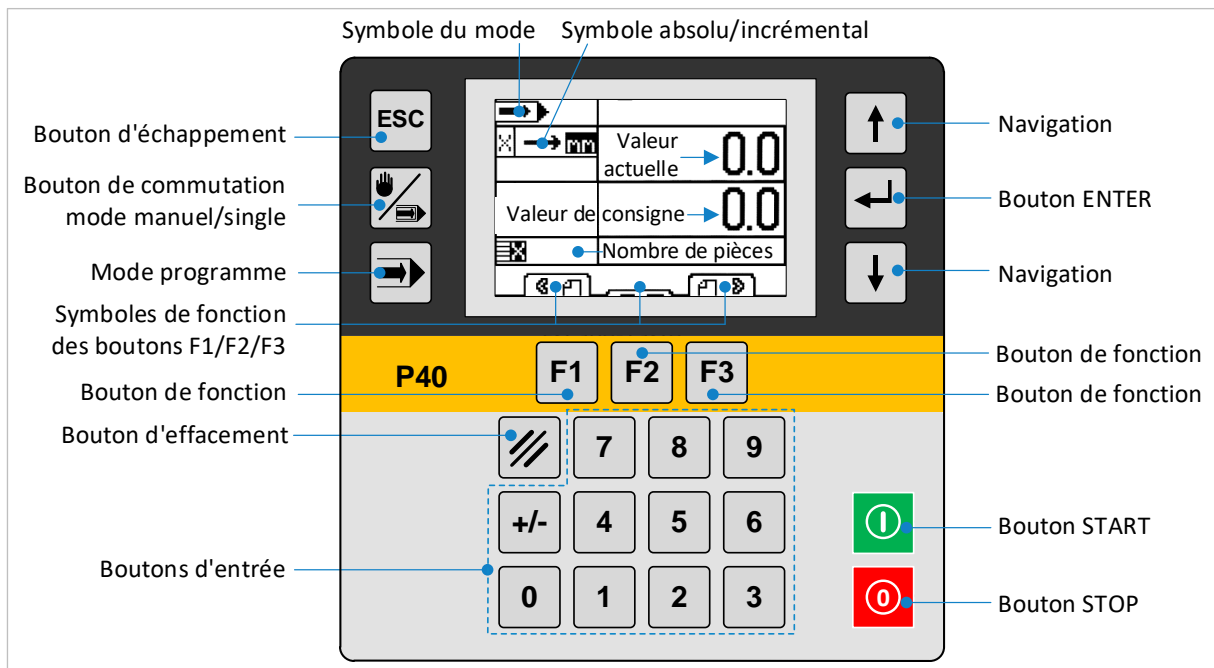

Figure 11 : fonctions du clavier et de l'affichage de la commande P40
Après chaque mise en marche de la commande de positionnement, la butée du convoyeur à rouleaux doit être référencée → Le référencement est lancé par le bouton « F2 » (voir ⇒ Figure 11).
- Si la position est mal saisie, vous pouvez effacer la valeur avec le bouton d'effacement (voir ⇒ Figure 11).
- Si la position est mal saisie, vous pouvez effacer la valeur avec la bouton d'effacement (voir ⇒ Figure 11).